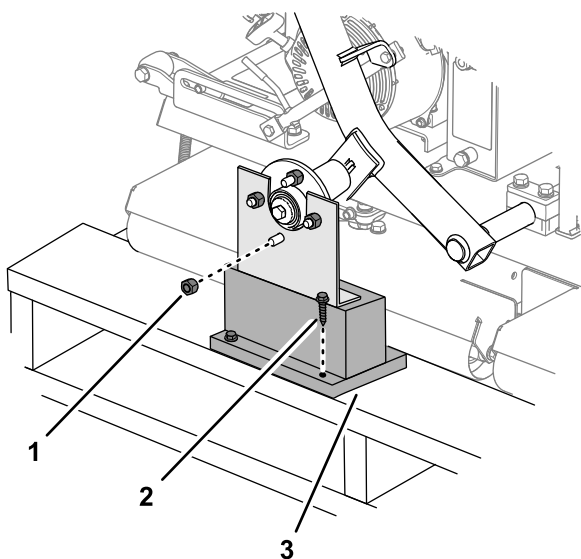

图 3
1. 拆下将车轮轮毂固定到运输支架的车轮螺母 图 3。
2. 卸下拧到轮毂螺栓上的另一个凸缘螺母 图 3。
3. 拆下将运输支架固定到拖台的短螺栓并取下支架 图 3。